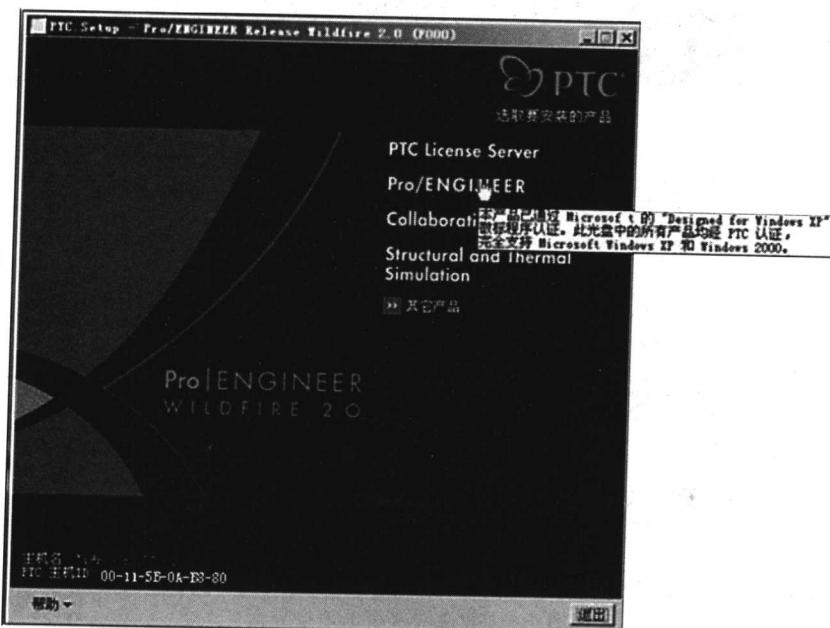

图 1-8 安装程序界面
① 单击 Pro/ENGINEER Wildfire 2.0 光盘 CD1 上的 SETUP. EXE 文件,打开 Pro/ENGINEER Wildfire 2.0 的安装界面,如图 1-8 所示。